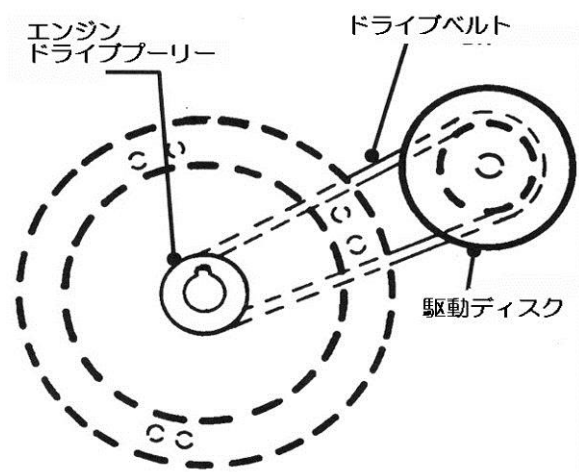

図6-14
① エンジンベルトの交換
- このモデルはアイドラプーリーが無い型式です。(図6-14)